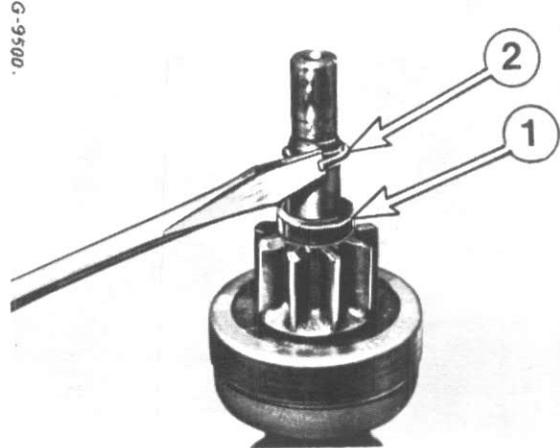

Figure 41
Démontez le jonc d'arrêt (2) à l'aide d'un tournevis fig. 41. (Remplacez ce dernier lors du remontage). Démontez l'embrayage de déclenchement de l'arbre d'induit.